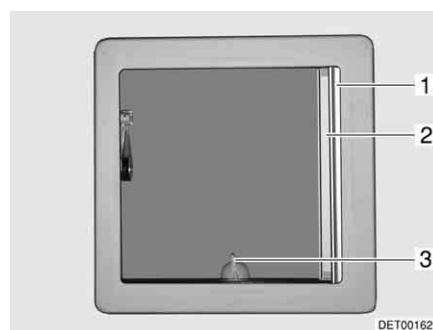
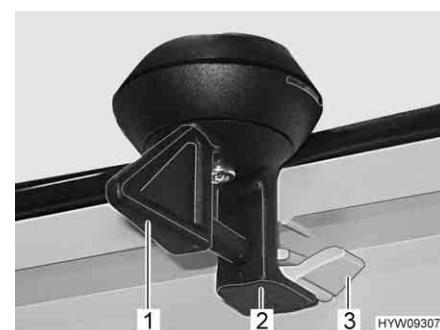

Fig. 48 Oblò inclinabile
Fig. 49 Bloccaggio (oblò inclinabile)
- Posizionamento:** ■ Ruotare la leva (Fig. 48,3 o Fig. 49,1) di un quarto di giro.
■ Girare la leva di un quarto di giro. Il bloccaggio (Fig. 49,2) deve entrare nell'aggancio inferiore (Fig. 49,3).
- Tirare la tendina oscurante pieghevole (Fig. 48,1) fino alla posizione desiderata e rilasciare. La tendina oscurante pieghevole rimane in questa posizione.
- Estrarre la zanzariera a rullo (Fig. 48,2) fino a quando non scatta il bloccaggio dalla parte opposta.